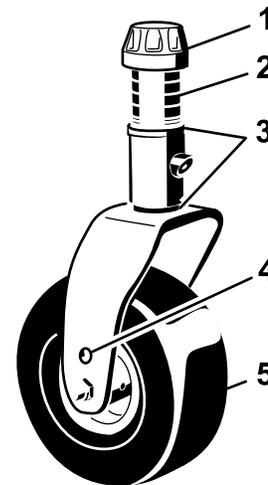

Figura 22
5. Retire el casquillo tensor del eje y deslice el eje fuera del brazo de la rueda giratoria (Figura 22).